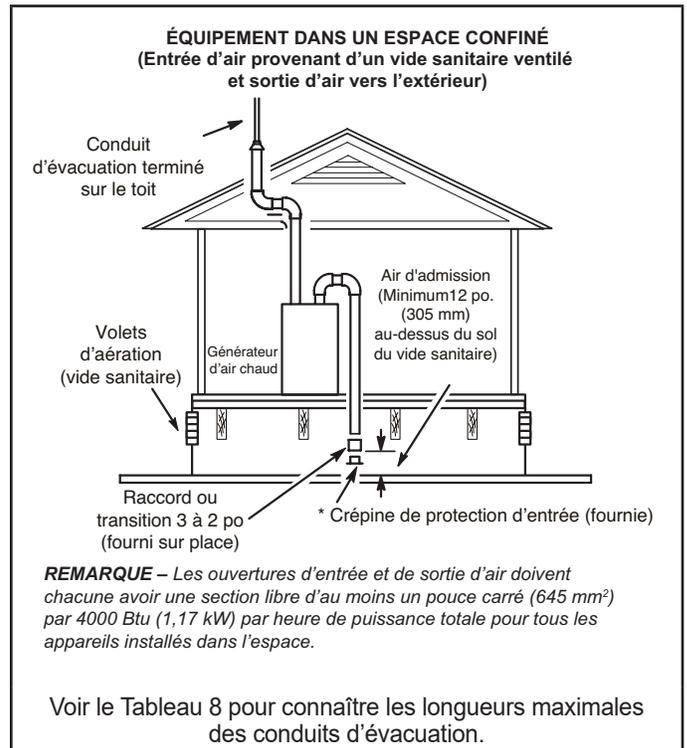
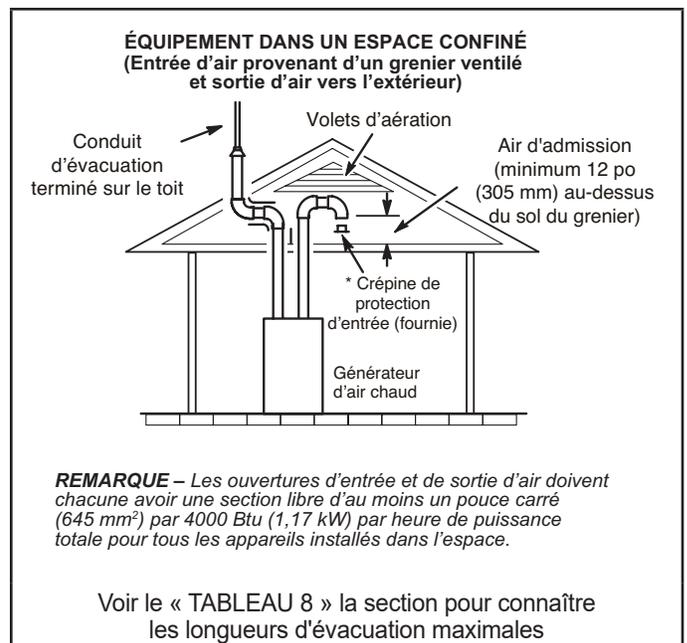

FIGURE 30
FIGURE 31
- 2 - Si l'air d'admission est aspiré d'un vide sanitaire ventilé (« FIGURE 30 ») ou d'un grenier ventilé (« FIGURE 31 »), la longueur de l'évacuation ne doit pas dépasser celle indiquée au Tableau 9. Si un tuyau de 3 po de diamètre est utilisé, le réduire à 2 po de diamètre pour pouvoir installer la crépine anti-résidus.